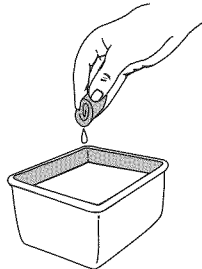

Fig. 15
- Lave el filtro con agua y detergente (Fig. 15). Enjuague bien el filtro y déjelo secar.